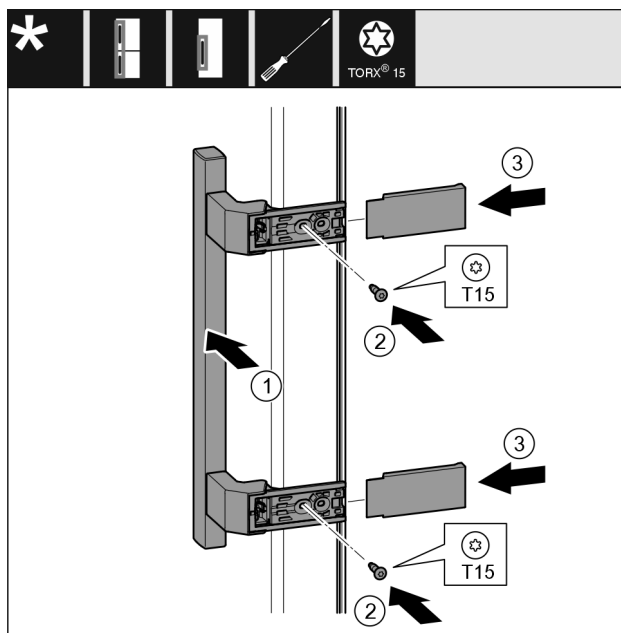

Fig. 9
- ▶ Helyezze fel a fogantyút a másik oldalra. Fig. 9 (1)
- ▶ Húzza meg a csavarokat T15 csavarhúzóval. Fig. 9 (2)
- ▶ Helyezze fel a fedelet oldalra, és tolja őket a helyükre. Fig. 9 (3)